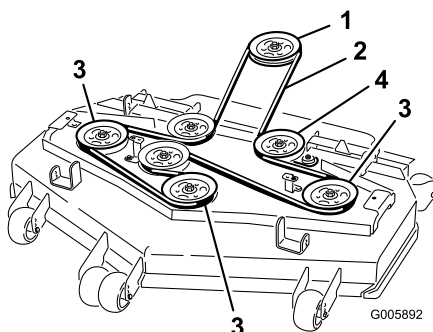

Figure 60
6. Installez la nouvelle courroie sur les poulies (Figure 60).